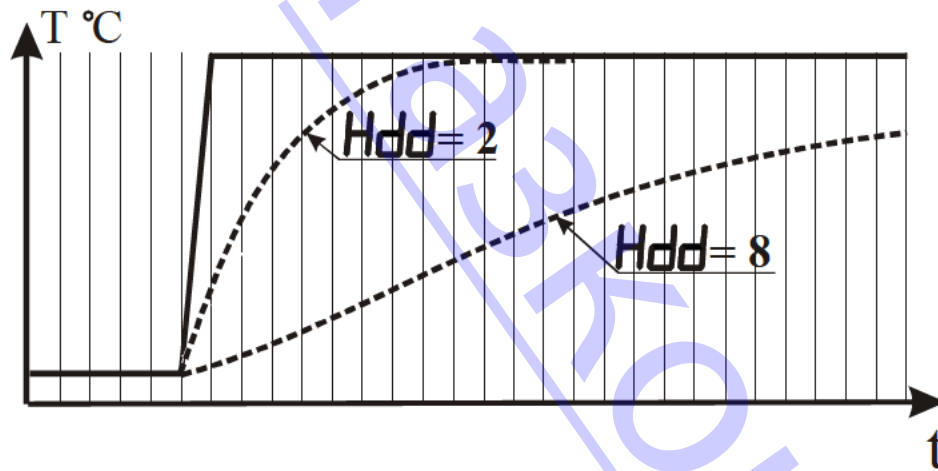

Рисунок 3.10 - Влияние параметра “Время усреднения” на показания прибора при различных значениях параметра  $Hdd$
пературы отличается от результатов предыдущего измерения на значение, которое превышает указанное в параметре “Полоса фильтра”, то проводится повторное измерение температуры, а на индикаторе остается старое значение (см. рисунок 3.10). О повторном измерении свидетельствует мигание светодиодного индикатора “К” зеленого свечения.
3.3.2.7 Параметр “Время усреднения” указывают в количестве периодов опроса входного датчика ( $N_{\text{опр.}}$ ). Этот параметр позволяет добиться более плавного изменения показаний прибора. Для этого производится вычисление среднего арифметического из последних ( $N_{\text{опр.}}$ ) измерений. При значении параметра равном 0 интегратор выключен. Уменьшение значения времени усреднения приводит к более быстрой реакции прибора на скачкообразные изменения измеряемого параметра, но снижает помехозащищенность прибора (см. рисунок 3.10).